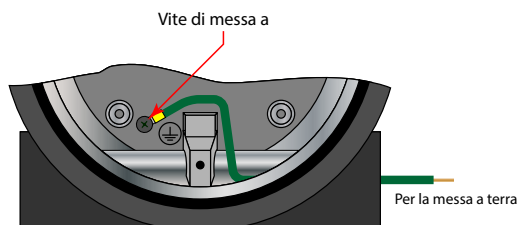

Figura 11: Messa a terra necessaria per l'alloggiamento antideflagrante
**È NECESSARIA LA MESSA A TERRA PER L'ALLOGGIAMENTO ANTIDEFLAGRANTE. L'ALLOGGIAMENTO ANTIDEFLAGRANTE È DOTATO DI UNA VITE DI MESSA A TERRA ALL'INTERNO DELL'ALLOGGIAMENTO. IL CONDUTTORE UTILIZZATO PER LA MESSA A TERRA DEVE ESSERE UN MISURATORE PER CAVI UGUALE O MAGGIORE DEI CAVI DEI SEGNALI UTILIZZATI. VEDERE FIGURA 11.**